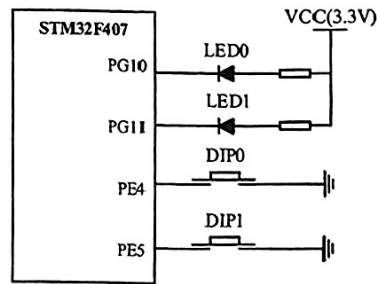

图 2 实验箱的 I/O 引脚连接示意图
- (1) 每个 Cache 行的 Tag 信息需要多少位？
- (2) 若不考虑用于 Cache 一致性维护和替换算法的控制位，则数据 Cache 的总容量（含 Tag 等信息）为多少？
- (3) 数组元素 a[0][31]和 a[2][1]各自所在的主存块对应的 Cache 行号分别是多少？（Cache 行号从 0 开始）
- (4) 定性说明哪个程序的执行时间更短？
- (5) 计算程序 1 的数据访问命中率（写出表达式即可）。
47、已知实验所用 STM32F407 实验箱上用拨动开关 DIP0 硬件连接如图 2 所示。拟设计的程序功能为：读取拨动开关 DIP0 状态（不接地时 PE4=1、接地时 PE4=0），通过 USART 串口模块发送所读取的状态值。部分代码如附录 2 所示。请结合课程知识、实验和附录 2 信息，回答以下问题。
- (1) 代码行①所定义的 GPIOE_BASE 的值是什么？
- (2) 代码行②所定义的 GPIOE 端口输入数据寄存器 IDR 的地址是什么？
- (3) 定性说明代码行③的功能。
- (4) 定性说明代码行④的功能。
- (5) 定性说明代码行⑤的功能。
- (6) 代码行⑥从哪个地址获取数据并赋值给变量 ui_dip0_value。
- (7) 代码行⑦和代码行⑧分别访问了 USART 模块的状态寄存器 SR 的 TXE 和 RXNE 标志位，解释这 2 个标志位的含义。
48、在实验所用 STM32F407 实验箱上用拨动开关 DIP0/DIP1 控制 LED0/LED1 亮灭。硬件连接如图 2 所示。拟设计的程序功能为：拨动开关 DIP0/DIP1 由不接地（PE4=1/PE5=1）拨动至接地（PE4=0/PE5=0）时，触发中断来实现 LED0 和 LED1 亮灭切换。部分代码如附录 1 所示。请结合课程知识，分析附录 1 代码，回答以下问题。